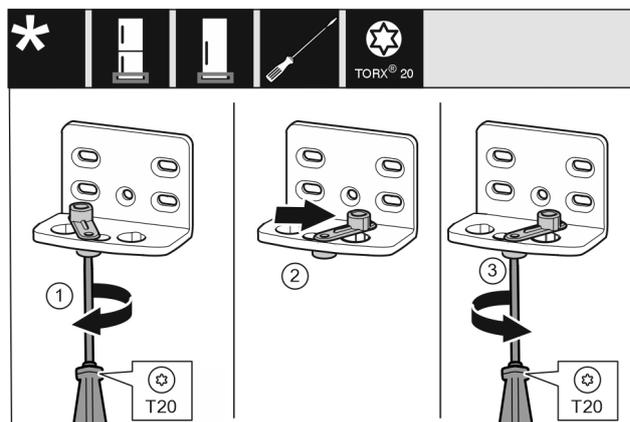

Fig. 13
- ▶ Visser la vis sans serrer avec un tournevis T20. Fig. 13 (1)
- ▶ Soulever le ressort de fermeture et le tourner de 90° à droite dans l'alésage. Fig. 13 (2)
- ▶ Serrer la vis avec un tournevis T20. Fig. 13 (3)